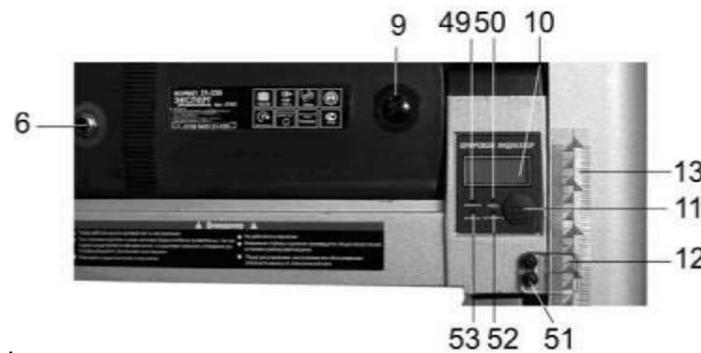

Рис. 20 6 9 49 50 10 13 11 12 54 53 52 51
10.3. Регулировка уровня строгания и установка указателя шкалы (Рис. 20)